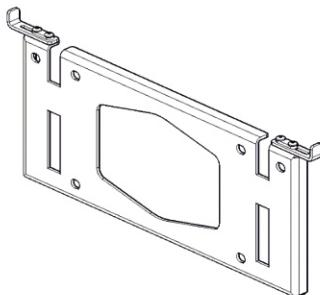
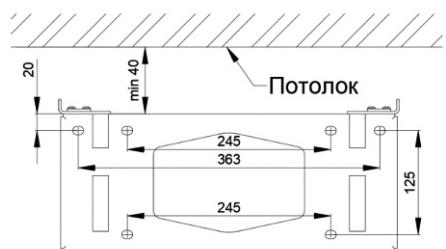
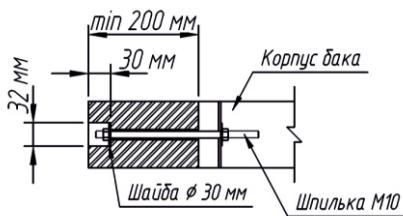

Рис. 2
Рис. 3
Рис. 4
- 4 Извлеките из упаковки монтажную пластину (рис.2) и используя ее как шаблон (рис. 3) разметьте места установки анкеров для крепления обливного устройства к стене. Монтажная пластина устанавливается на твердую и ровную стену, с отступом от потолка не менее 40 мм. Для крепления монтажной пластины используются шесть шурупов глухарей с диаметром стержня не менее 8 мм в случае с деревянной стеной, или шесть анкерных болтов с диаметром стержня не менее 8 мм в случае с каменной стеной. При затяжке крепежа следует прилагать умеренное усилие (примерно 25 Нм). Недостаточное усилие снижает надежность крепления, а избыточное может привести к деформации монтажной пластины. Длина и тип крепежа подбирается монтажной организацией индивидуально исходя из несущей способности стены. Крепеж должен выдерживать вес обливного устройства наполненного водой. Крепеж в комплект поставки не входит. Рекомендуется использовать крепление монтажной пластины на шпильки M10 (см. рис.4).